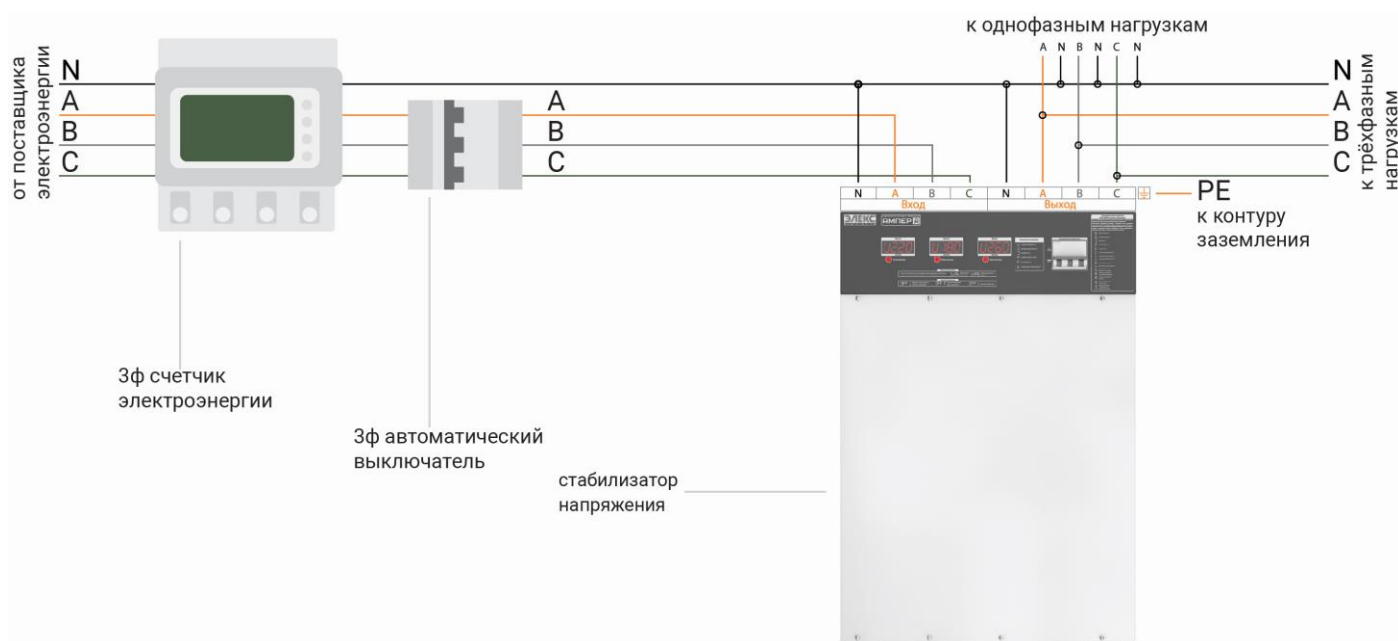

Рисунок 6. Схема подключения стабилизатора к трёхфазной сети
2. При помощи отвертки открутить 4 винта защитной крышки с верхней части стабилизатора для доступа к клеммной колодке (см. рисунок 6).